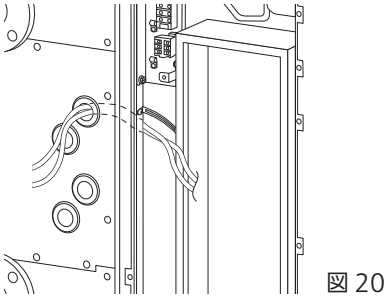

図 20
- ② ユニットの外部入出力線入口の右上穴から配線をユニット内部に引き込みます。(図 20)